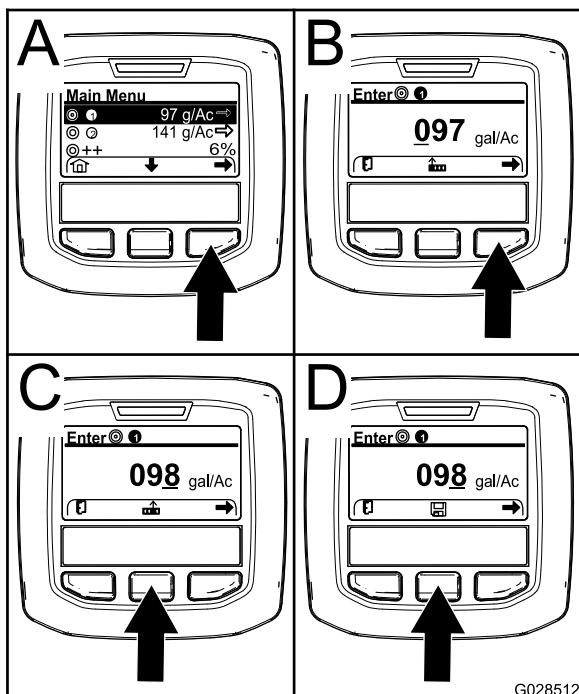

图 67
2. 如果需要按中间选择按钮可突出显示打药机程序 1 的喷洒率图 67。